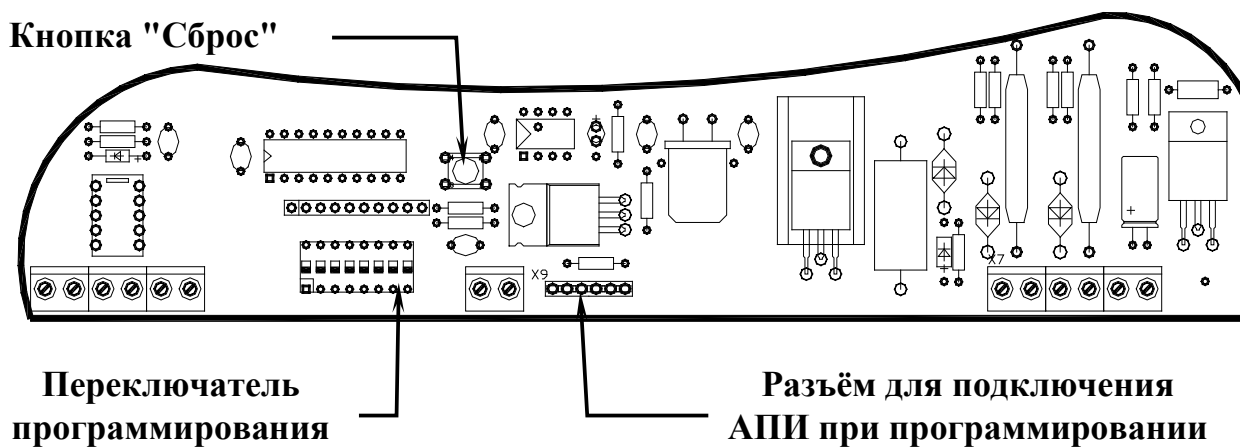
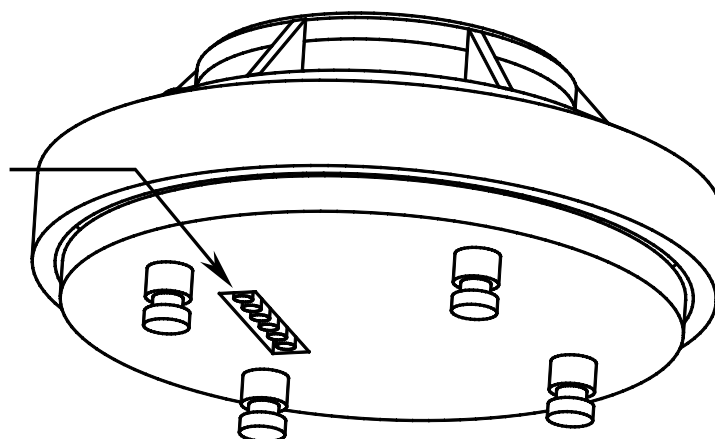

Рис. 6. Разъём для подключения к ЦП кабеля программирования АПИ
Рис. 7. Разъём для подключения к ДИПА и ИПА кабеля программирования АПИ
• при помощи кабеля программирования АПИ (входит в комплект поставки) подключить к разъёму X9, расположенному на плате БКУ центрального прибора "ЦП-1М" (рис.6) разъём X2 (рис.7) извещателя параметры, которого необходимо запрограммировать. При этом необходимо учесть, что первый контакт (помечен меткой) разъёма кабеля должен быть подключён к первому контакту разъёма ЦП и программируемого извещателя;